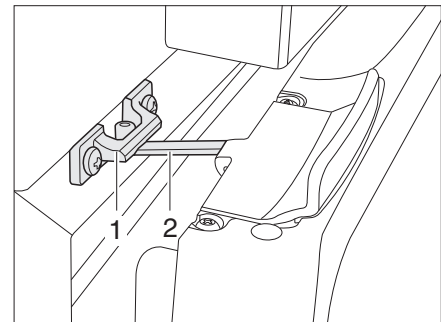

Bild 345 Kühlschranktür in Lüftungsstellung (Thetford)
- Verriegelung (Bild 345,2) aufklappen und in der Verriegelungsaufnahme (Bild 345,1) einrasten. Die Kühlschranktür bleibt damit leicht geöffnet.